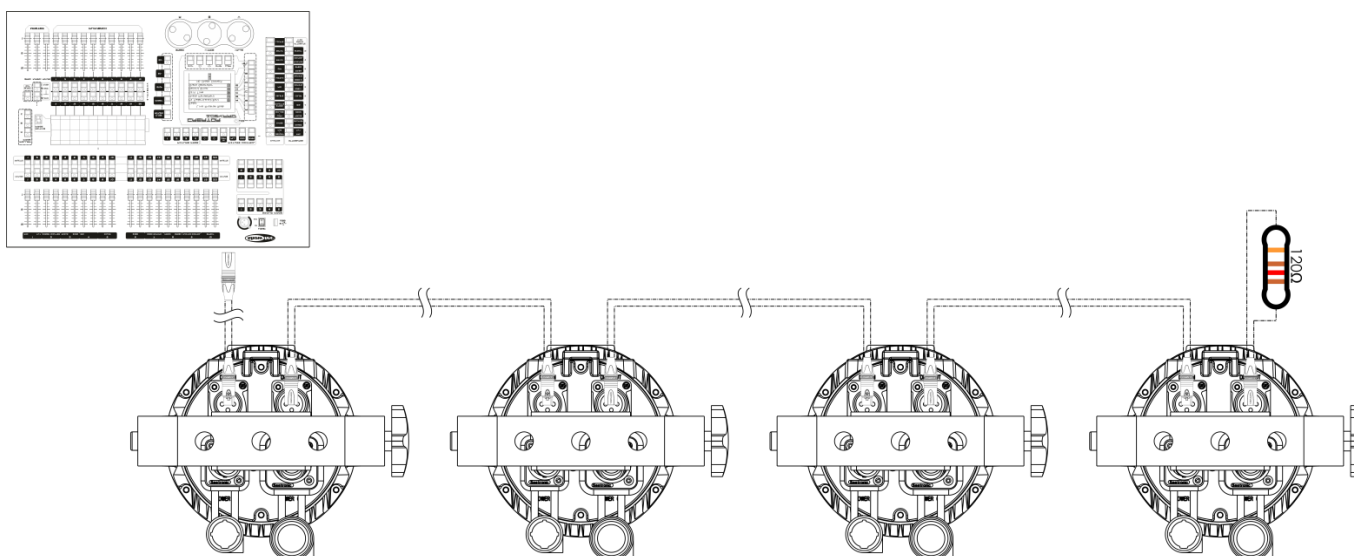

Abb. 04
- 04) Verbinden Sie die Geräte wie in Abb. 04 abgebildet. Schließen Sie einen Lichtcontroller mit einem DMX-Kabel an den Eingang des ersten Geräts. Schließen Sie den Ausgang des ersten Geräts mit einem DMX-Kabel an den Eingang des zweiten Geräts an. Verbinden Sie das zweite, dritte und vierte Gerät ebenfalls.